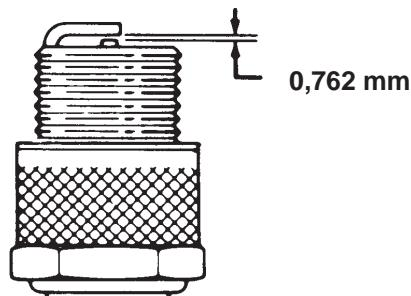

Figure 39
- Réglez l'écartement entre les électrodes centrale et latérale à 0,762 mm (Fig. 39). La bougie installée doit avoir l'écartement correct et être serrée à 20 Nm.